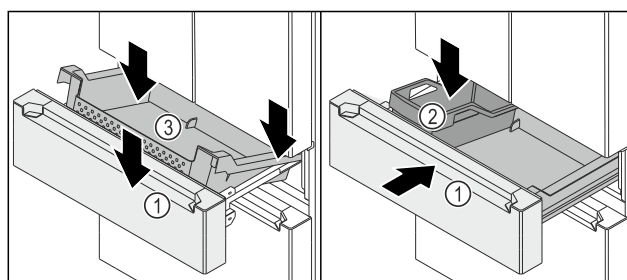

Fig. 149
- Vyťahovací vozík Fig. 149 (1) je vytiahnutý.
- ▶ Nasadte nádobu Fig. 149 (3) vzadu na koľajničky vpravo a vľavo.
- ▶ Spustite nádobu Fig. 149 (3) vpredu tak, aby nádoba Fig. 149 (3) obklopovala koľajničky vpravo a vľavo.
- ▶ Vložte FlexBox Fig. 149 (2).
- ▶ Zasuňte vyťahovací vozík Fig. 149 (1).